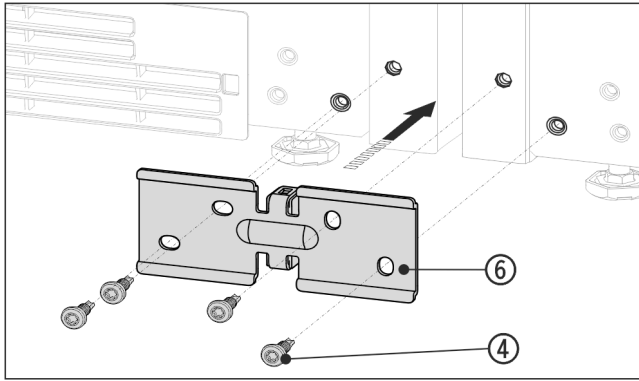

Fig. 15 Shembull ilustrues
- ▶ Shtyni profilin Fig. 15 (6) me pjesën distancuese midis pajisjeve dhe mbërthejeni lirisht me 4 vidat Fig. 15 (4).